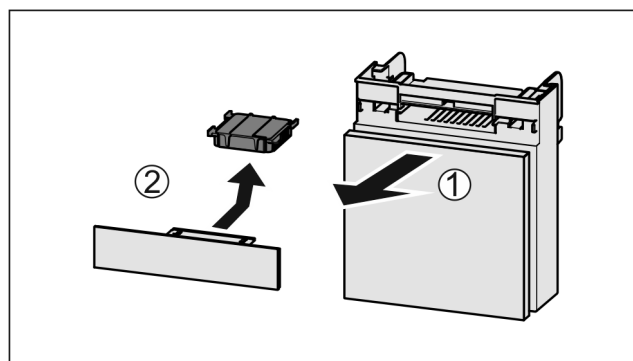

Fig. 72
- Trekk ut Fig. 72 (1) hyllen fremover.
- Ta ut Fig. 72 (2) aktivkullfilteret.